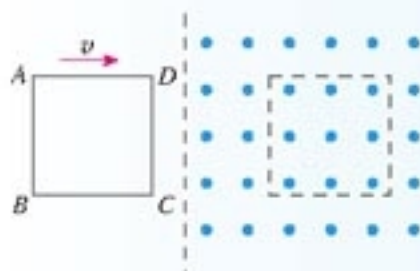

图4.5-6 单匝线圈在外力作用下匀速进入匀强磁场
(1) 运动的导线会产生感应电动势，相当于电源。用电池等符号画出这个装置的等效电路图。
(2) 通过  $R$  的电流方向如何？大小等于多少？
(3) 通过  $MN$ 、 $PQ$  金属棒的电流各沿什么方向？
4. 如图4.5-6，单匝线圈  $ABCD$  在外力作用下以速度  $v$  向右匀速进入匀强磁场，第二次又以速度  $2v$  匀速进入同一匀强磁场。求：